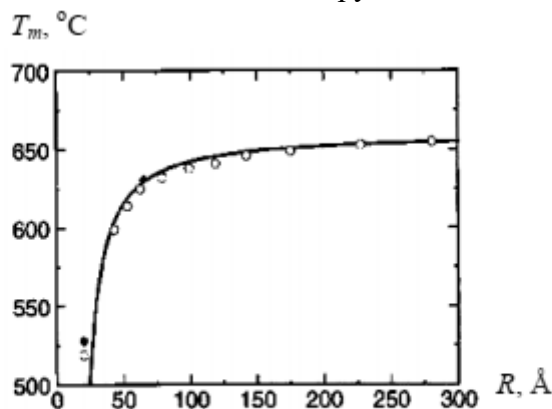

Рис. 1. График зависимости температуры плавления T_m наночастиц алюминия от радиуса R
3. 1. В таблице указаны различные аллотропные модификации углерода, на рис. 1 представлены в произвольном порядке схематические изображения структуры этих модификаций.